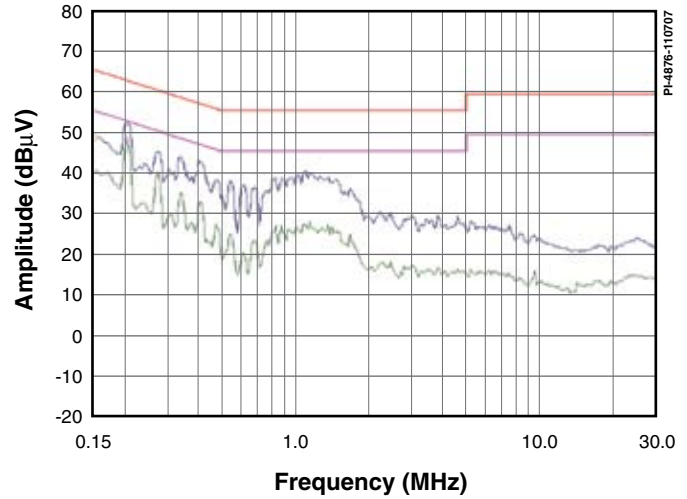

图3. EN55022 B标准的最差传导EMI结果。（输出RTN连接到接地端）
- 采用简单EMI滤波器，符合EN55022B标准（见图3）
二极管D1、D2、D3及D4对AC输入电压进行整流。差模EMI滤波由C1和L1提供。电容C6提供共模EMI滤波。通过U1内集成的频率调制功能以及变压器的E-Shield®技术，我们可以使此类简单的EMI滤波来使设计满足EN55022B标准（见图3）。